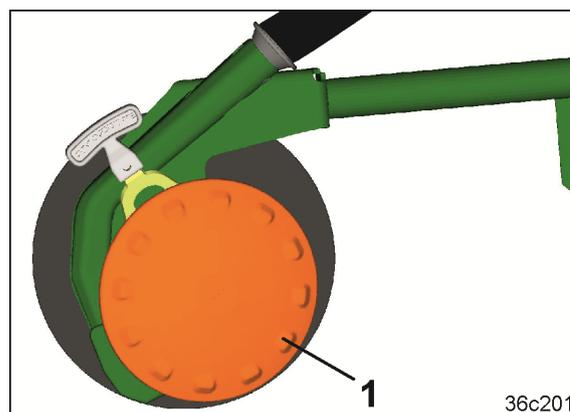

Рис. 77
**Дисковый ограничитель глубины Control 10** (Рис. 77/1) с опорной поверхностью шириной 10 мм используется на тяжелых почвах.